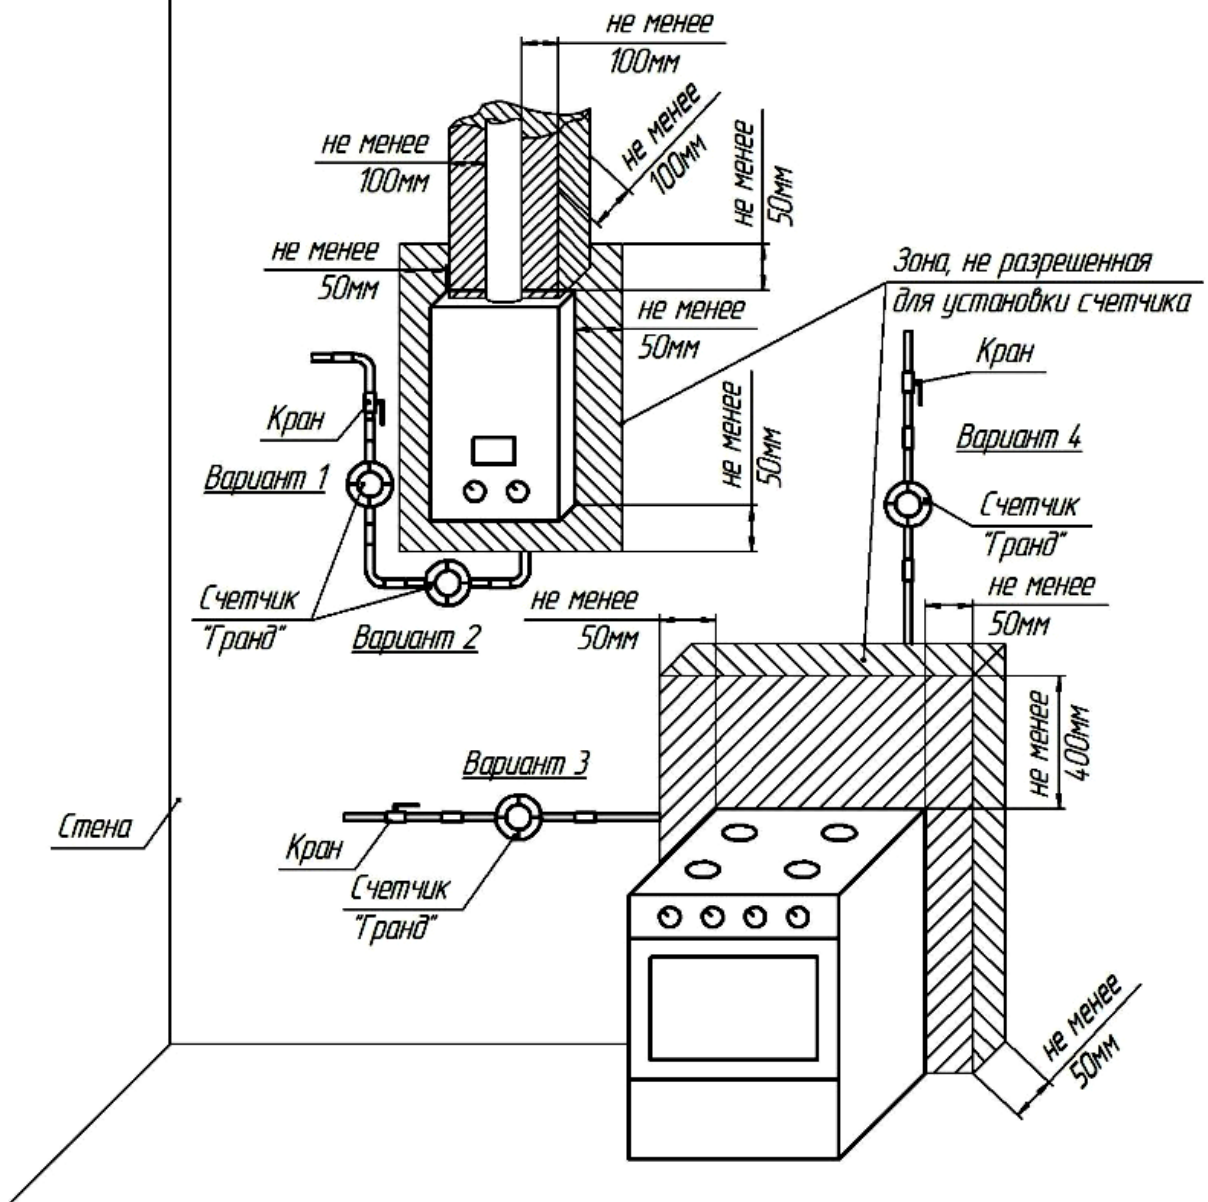

Рисунок 1
2.2.6.1 Установить счетчик на вертикальном или горизонтальном участке газопровода (рисунок 1).